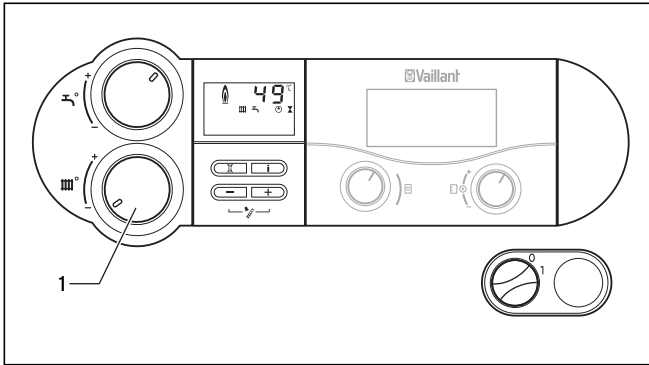

Abb. 6.9 Heizbetrieb ausschalten (Sommerbetrieb)
- Drehen Sie hierzu den Drehknopf (1) (Abb. 6.9) zur Einstellung der Heizungsvorlauftemperatur auf Linksanschlag.